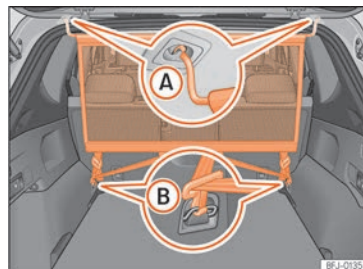

Fig. 129 Filet de séparation installé.
- Accrochez le filet de séparation dans le logement gauche du toit »» fig. 129 (A). Assurez-vous de tirer la barre transversale vers le bas au-delà de la position haute.
- Accrochez le filet de séparation dans le logement droit du toit »» fig. 129 (A).
- Accrochez les deux crochets du filet de séparation aux œillets d'arrimage du coffre à bagages »» fig. 129 (B) et serrez fermement les ceintures de fixation.
- Décrochez les crochets du filet des œillets d'arrimage »» fig. 129 (B).
- Décrochez le filet de séparation du logement droit du toit »» fig. 129 (A) en appuyant sur la barre transversale.